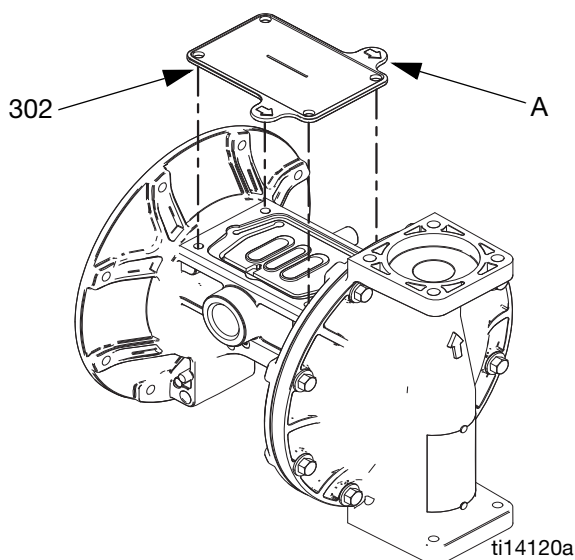

FIG. 9. Verktøy for vætskekåpa
- c. Fetta in axelns packboxar (106), liksom längs med och ändarna på membranaxeln (104). För in axeln i huset.
- f. Återmontera den första vätskekåpan (3). Se **Åtdragningsmomentsanvisningar**, sidan 19.
- a. Se FIG. 9. Placera det medföljande verktyget (302) på den plats där luftventilpackningen (108) normalt ska sitta. Pilarna (A) måste peka i riktning mot den vätskekåpa som redan är fäst.